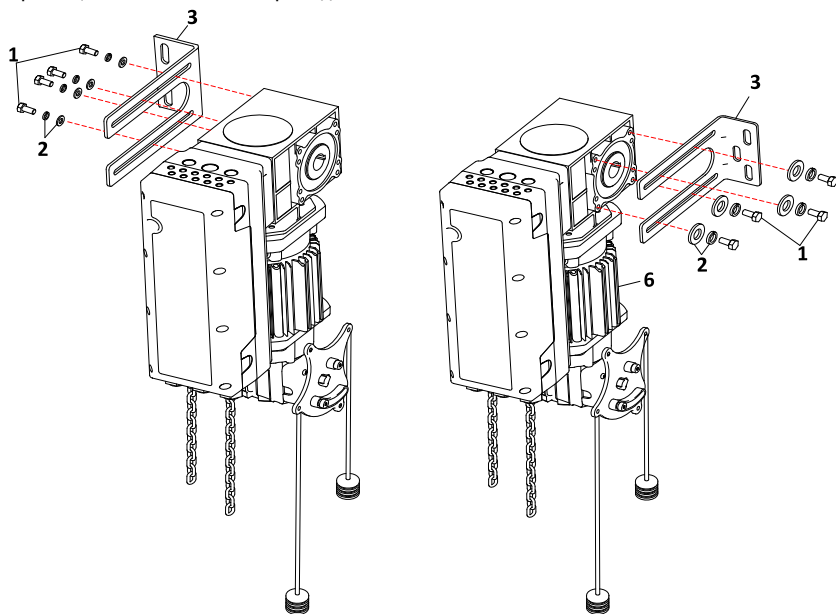

Рисунок 5
3. Согласно выбранного рабочего положения привода прикрепите винтами **(1)** с шайбами **(2)** монтажный кронштейн **(3)** к приводу **(6)** не затягивая винтов, чтобы кронштейн перемещался относительно привода (Рис. 5)